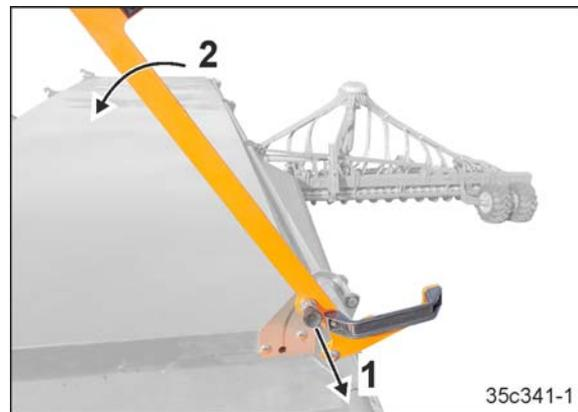

Fig. 229
3. Den federbelasteten Bolzen (Fig. 229/1) herausziehen und den Hebel (Fig. 229/2) nach unten schwenken.